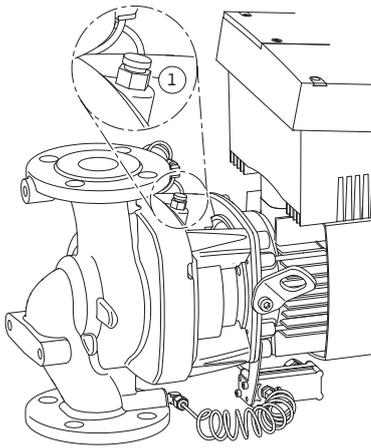

Fig. 47: Válvula de ventilação
- Purgar o ar das bombas, desapertando as válvulas de ventilação (Fig. 47, pos. 1). O funcionamento a seco danifica o empanque mecânico da bomba. O sensor da pressão diferencial não pode ser ventilado (perigo de danificação).